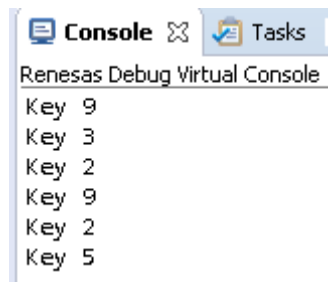

図 3 キーマトリクス HAL モジュールのアプリケーションプロジェクトのサンプル出力
9. セミホスト機能が有効になっている場合、**図 3** に示すように、Renesas Debug Virtual Console (Renesas デバッグ仮想コンソール) で出力を確認できます。